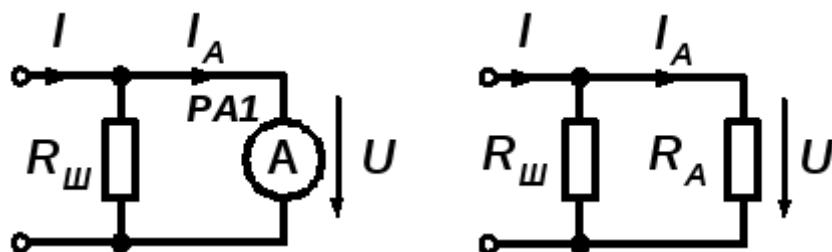

Рис. 2. Принципиальная схема расширения предела измерения амперметра с помощью шунта (а) и расчетная схема цепи (б).
Для расширения пределов измерения амперметра применяют шунты, шунты имеют очень малое сопротивление (десятые, сотые доли ома) и включаются параллельно обмотке амперметра (рис. 2).
2. Рассчитать сопротивления шунтов для значений тока 5 А; 10 А с целью расширения пределов измерения амперметра с заданным пределом шкалы  $I_A=0,1\text{А}$  и сопротивлением  $R_A = 1,2\text{Ом}$ . Собрать схему согласно рис. 2, поочередно подключая выбранные шунты, фиксировать показания амперметра.